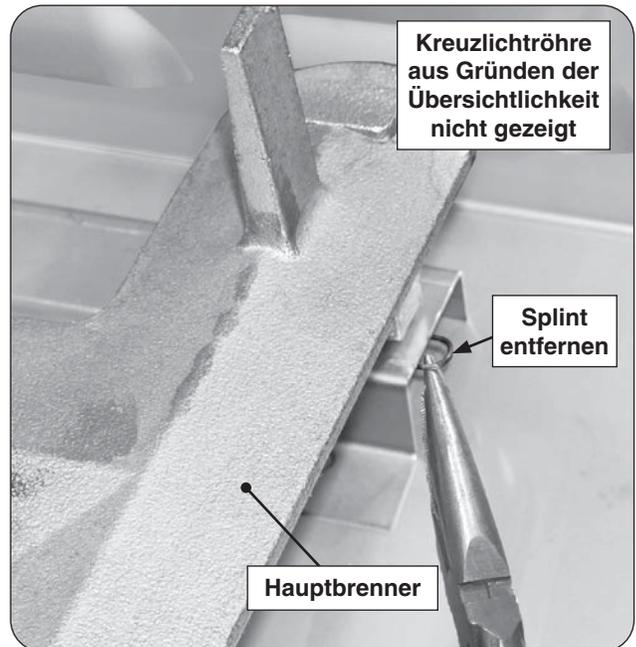

Abb. 32-1 Hauptbrenner ausbauen
2. Finden Sie den Splint und ziehen Sie ihn vom linken oder rechten hinteren Verankerungsstift des Brenners mit den Fingern oder einer Spitzzange gerade heraus. Siehe Abb. 32-1.